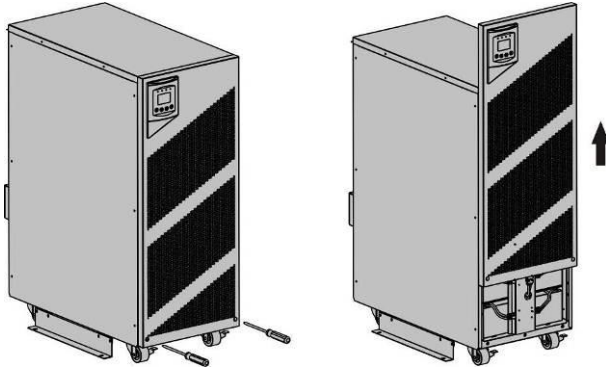

Figura 28: Rimozione del pannello frontale dell'UPS
1. Rimuovere il pannello frontale dell'UPS/del pacco batterie e scollegare il cavo piatto dal display del pannello frontale dell'UPS (vedi Figura 28).